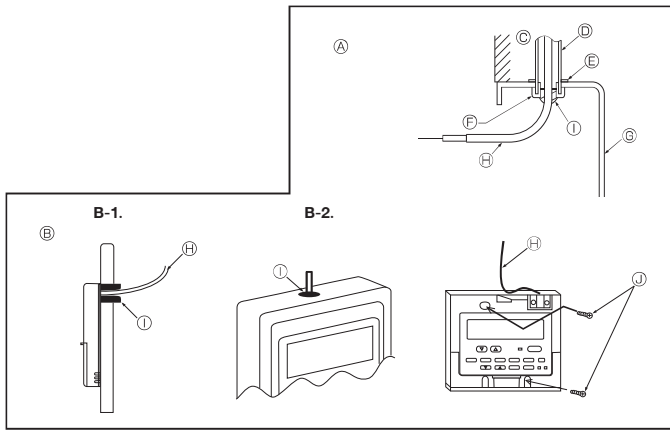

Fig. 6-3
(2) ปิดช่องสอดสายรีโมทคอนโทรลด้วยปูนฉาบ เพื่อป้องกันหยดน้ำค้าง น้ำ แฉลงสาบหรือหยอน (Fig. 6-3)